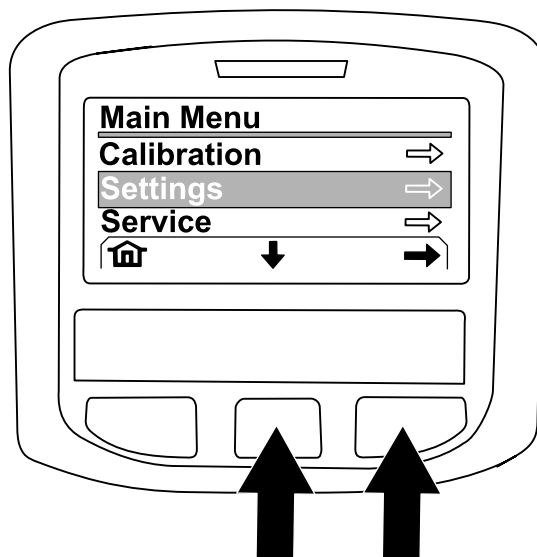

Рисунок 228
4. На странице ГЛАВНОГО МЕНЮ (MAIN MENU) нажмите среднюю кнопку, чтобы перейти к позиции SETTING (НАСТРОЙКА) и нажмите правую кнопку, чтобы выбрать эту позицию (Рисунок 228).